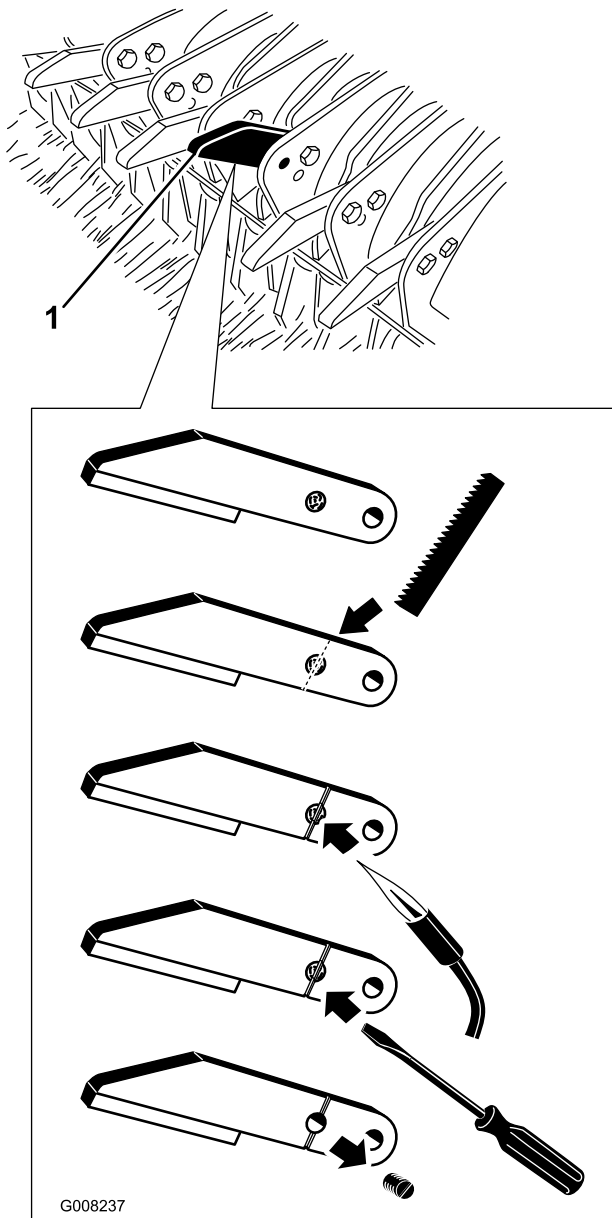

Figura 38
1. Togliete il bullone non tranciato che fissa la punta della trinciatrice alla lama (Figura 38). Togliete la punta della trinciatrice dalla lama.
2. Servendovi di una sega per metalli, tagliate una scanalatura nell'estremità tranciata del bullone e nella punta della tranciatrice (Figura 38). Controllate che la scanalatura sia sufficientemente profonda da poter inserire un cacciavite piatto.
3. Dopo aver completato la scanalatura, riscaldate il bullone tranciato con un cannello per ammorbidire il Loctite (Figura 38).
4. Una volta ammorbidito il Loctite, sfilate il bullone dalla punta della tranciatrice (Figura 38).